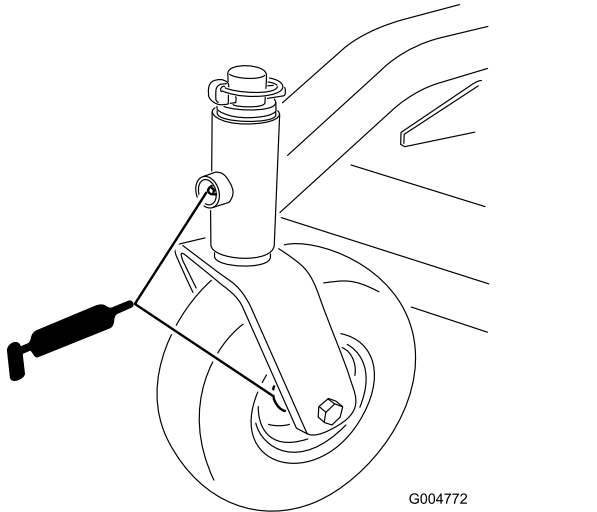

Figure 15
- Bagues de pivots de roues pivotantes avant (Figure 15)